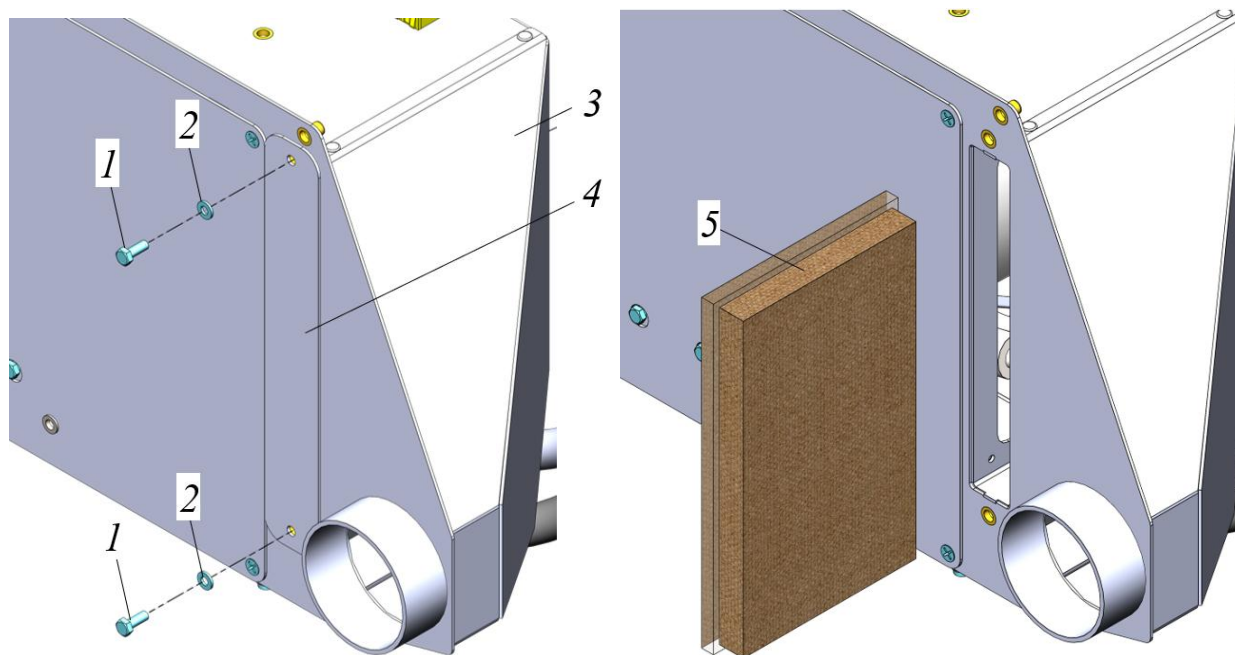

Рисунок 3.28. Процедура замены воздушного фильтра в кабине оператора
Для проверки и замены воздушного фильтра необходимо (см. рис. 3.28):
- ▶ Закрепить крышку 4, закрепив ее болтами 1 и шайбами 2, рис. 3.28.